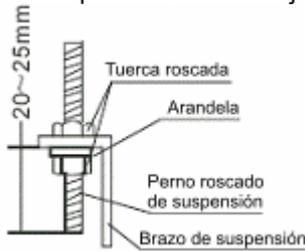

Fig. 1-11
2. Sitúe el brazo de suspensión en el perno roscado de suspensión. (Consulte la Fig. 1-11)